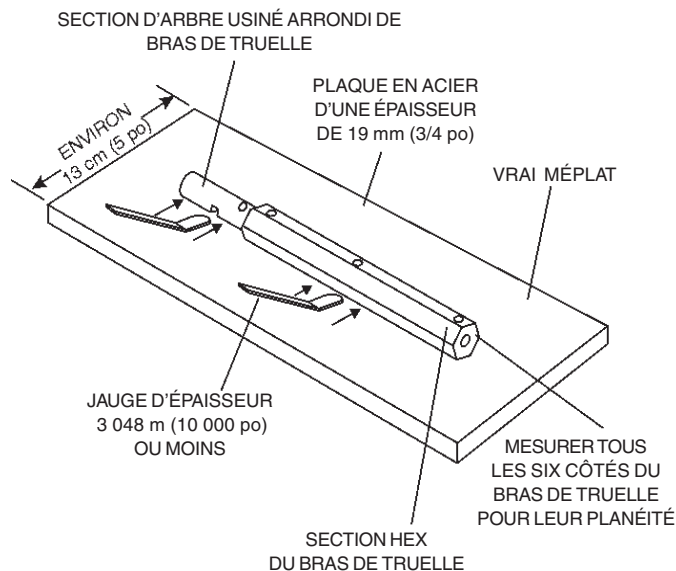

Figure 25. Test de planéité de bras de truelle
2. Vérifier chacun des six côtés du bras de truelle (section hexagonale uniquement) à l'aide d'une jauge d'épaisseur de 2,5 cm (1 po) maximum (figure 25) entre le méplat du bras de truelle et une surface de test **extrêmement plane**.